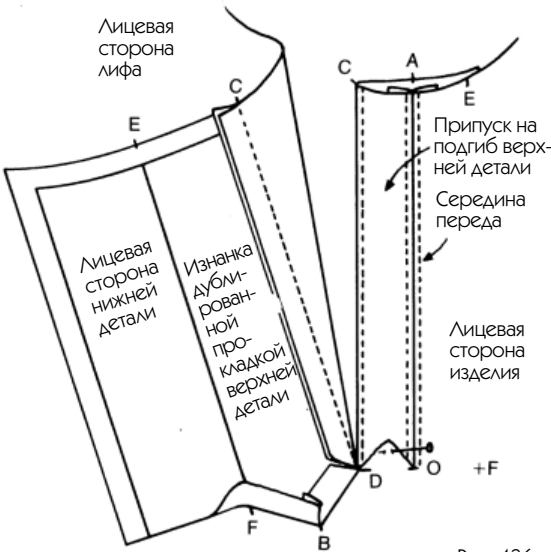

Рис. 436
— Разутюжьте шов нижней детали планки (от А до О) и приутюжьте ее подгиб, т. е. от С до D (см. рис. 436 и 429).
Шов, идущий от С до D, должен быть заутюжен с закрытым срезом под верхнюю деталь планки (рис. 436 и 429).
12. Удерживайте нижнюю деталь планки в ее окончательном положении и выполните по обе стороны от срединной линии переда по строчке (от А до О, рис. 436). Именно на этой хорошо укрепленной части планки будут пришиваться пуговицы.
— Уголок надсечки будет затем пришит плашмя к нижней детали планки (см. булавку на рис. 436).